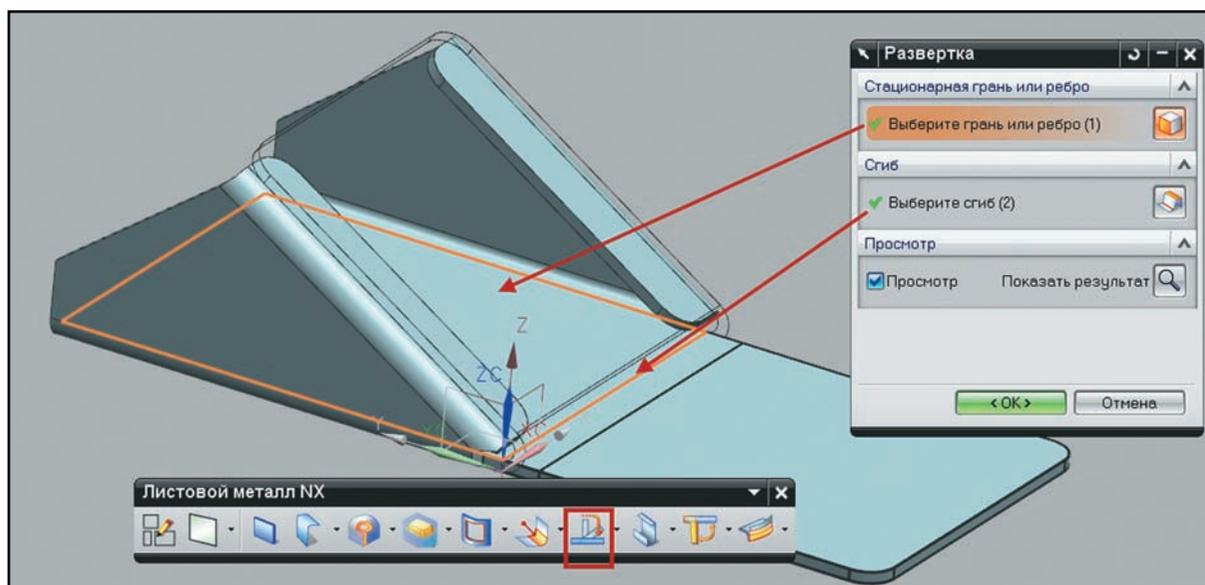

Рисунок 5.23. Развертка грани
- Выберите основную грань как стационарную и укажите сгиб фланца под острым углом, после чего нажмите **ОК** (рис. 5.23).